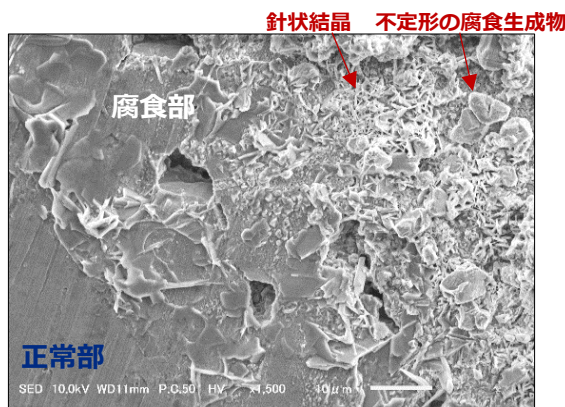

Fig.4 二次電子像
■ 走査電子顕微鏡で観察すると、二次電子像では針状結晶や不定形の腐食生成物が堆積している様子が見られます。反射電子組成像では原子番号の違いによって明暗が生じるため、腐食部は正常部よりも元素番号の低い元素で構成される物質(暗い部分)や、逆に高い元素を多く含む物質(明るい部分)が存在することが見て取れます(Fig.4、5)。